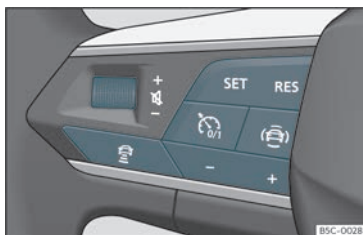

Fig. 151 No volante multifunções: botões para utilizar o ACC
O seu veículo dispõe de ACC se dispõe do menu de configuração no sistema Infotainment»» Página 91, e se dispõe dos botões próprios da função ACC no volante multifunções»» Fig. 151.
- Para começar a regulação pressione o botão **SET** >>> **Fig. 151**.
Para programar a velocidade pressione os botões + o >>> **Fig. 151** até à velocidade pretendida. O ajuste de velocidade realiza-se em intervalos de 10 km/h (5 mph).
- Pressione o botão e, em seguida, o botão + ou - >>> **Fig. 151**.